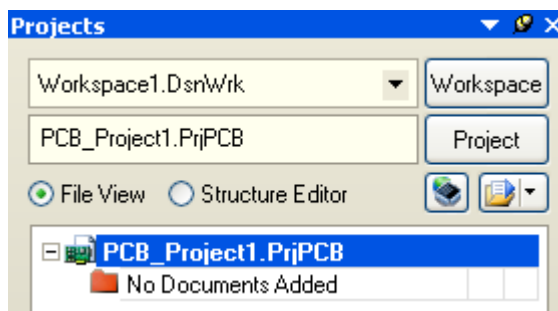

图 4.1 PCB 工程的创建
2. 显示 Projects 面板框显示在屏幕上。新的工程文件 PCB_Project1.PrjPCB 已经列于框中，并且不带任何文件，如图 4.1 所示。
12.放置 R3 和 R4 如图 4.1 所示，并通过点击右键或 ESC 退出。